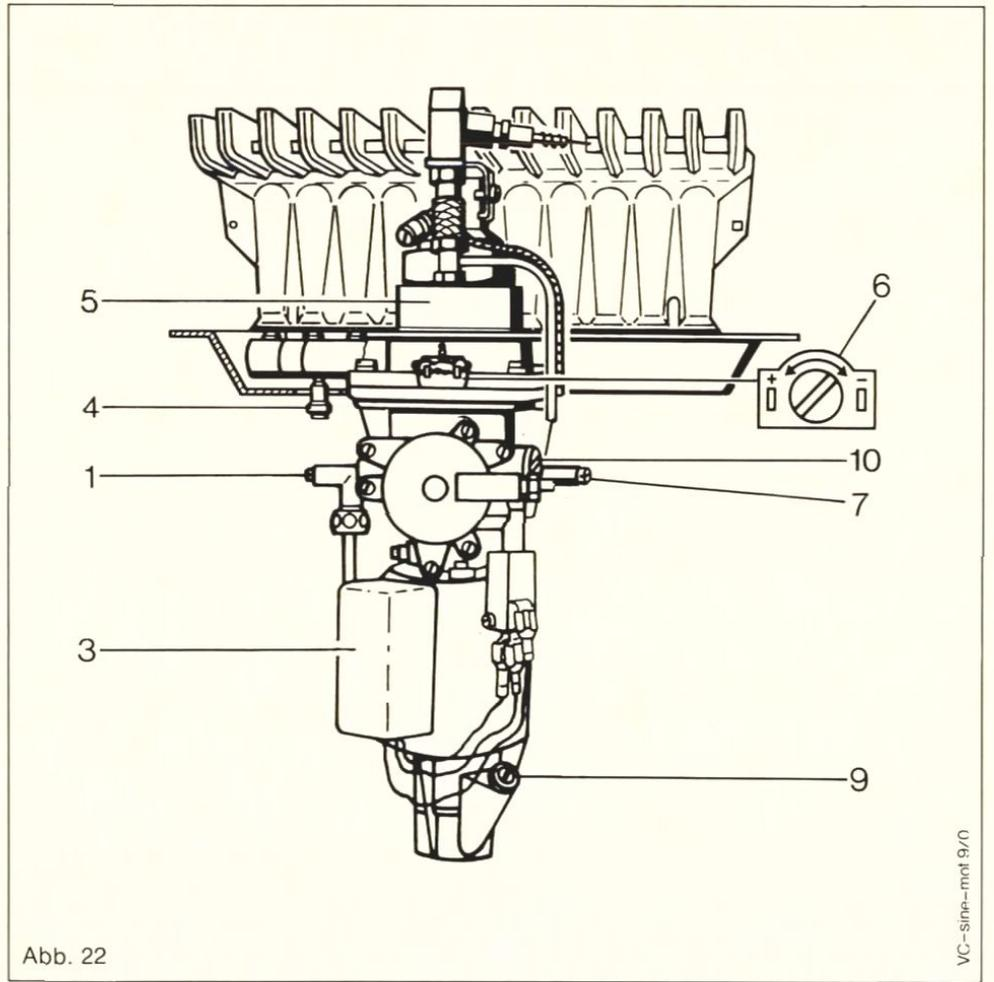

Abb. 22
- b) Zündflamme kontrollieren und ggf. an der Zündgas-Einstellschraube (Abb. 22, Pos. 1) nachstellen.
- b) Nach Abnahme der Verschlußkappe Dichtungsschraube des Düsendruck-Meßstutzens (Abb. 22, Pos. 4) lösen, aber nicht ganz herausdrehen.
- d) Plombendraht und Sicherungsblech (Abb. 22, Pos. 6) vom Gasmengenregler entfernen.
- g) Düsendruck an der Einstellschraube (Abb. 22, Pos. 6) des Reglers einstellen.
Die Einstellung der Geräteausführung PB ist an der Einstellschraube (Abb. 22, Pos. 10) vorzunehmen.